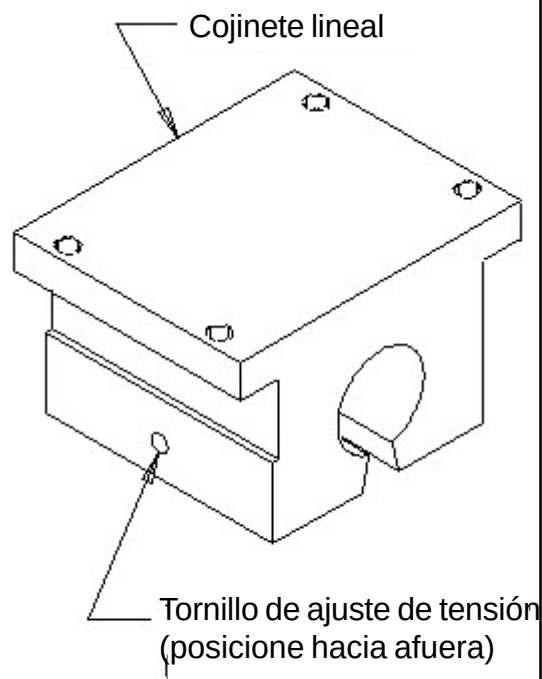

FIG. 41
PASO 2--Inserte un cojinete lineal nuevo en el fin del eje del carro con los tornillos de ajuste de tensión apuntando hacia afuera. Vea FIG. 41. Ajuste el tornillo de tensión del cojinete lineal así que cuando usted rote radialmente el cojinete lineal alrededor del eje del carro no debe haber juego libre entre el cojinete lineal y el eje del carro.